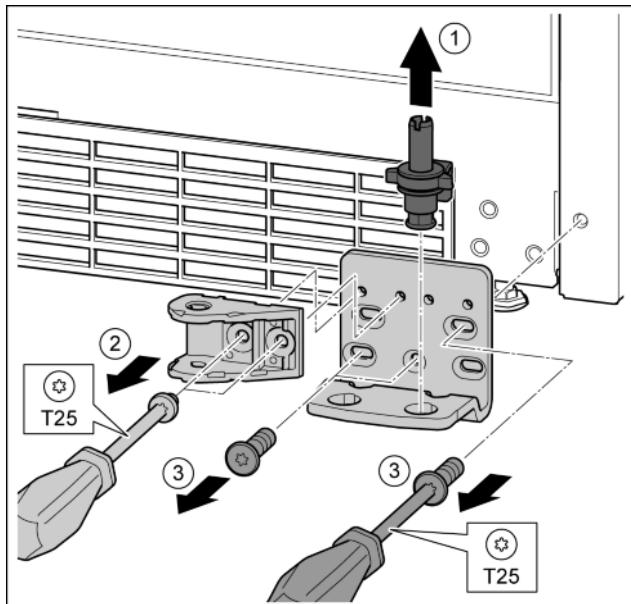

Fig. 26
- Опорный палец полностью извлечь движением вверх. *Fig. 26 (1)*
- Открутить винты отверткой T25 и снять соединительный элемент амортизатора закрывания дверей. *Fig. 26 (2)*
- Открутить винты отверткой T25 и снять опорный кронштейн. *Fig. 26 (3)*